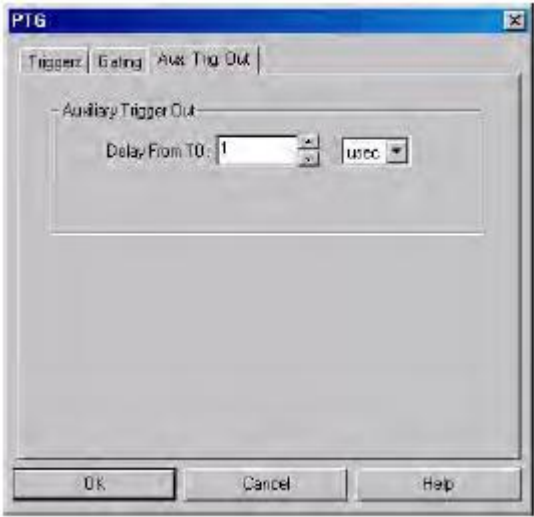

图 50 Aux. Trig. Out 多标签页
- 如果您使用来自 PTG 的 Aux. Trig. Out 信号来触发仪器，然后在 **Aux. Trig. Out** 多标签页上输入 Auxiliary Trigger Out 延时时间。见图 50。